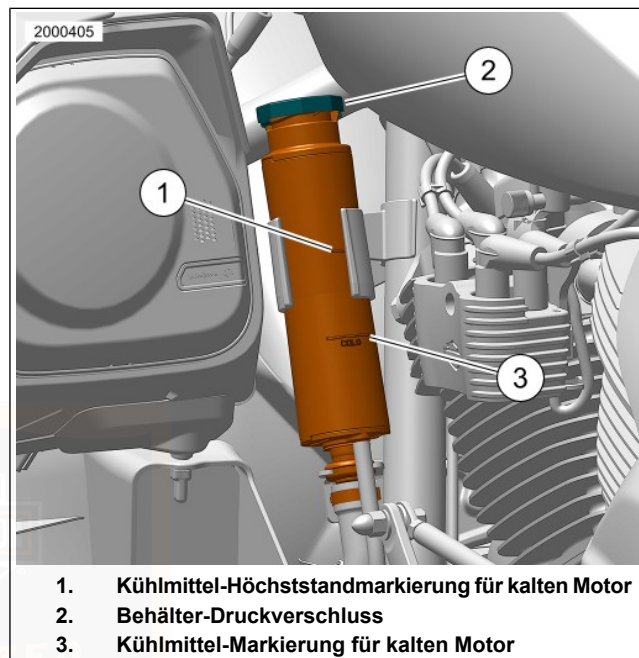

Abbildung 120. Kühlmittelstand
1. Siehe Abbildung 120. Prüfen, ob der Kühlmittelstand im Behälter zwischen der Kühlmittel-Höchststandmarkierung (1) und der Kühlmittel-Markierung für kalten Motor (3) liegt.
3. Siehe Abbildung 120. Den Druckverschluss (2) des Behälters entfernen.